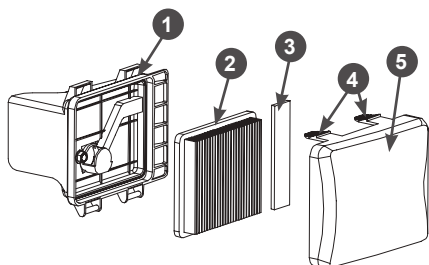

Рис. 15 Обслуживание воздушного фильтра
1. Нажмите на фиксаторы 4 и снимите крышку 5 воздушного фильтра (Рис. 15).
2. Извлеките из корпуса фильтрующие элементы 2 и 3 (Рис. 15).